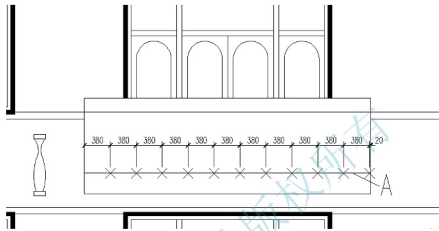

图 4.57 定距等分插点
(1) 执行菜单栏中的【绘图】|【点】|【定距等分】命令 (快捷键 ME)。
① 在**选择要定距等分的对象**: 提示下, 单击 A 线的左半部分, 选择 A 线。
② 在**指定线段长度或 [块(B)]:** 提示下, 输入 “380”, 表示从 A 线左边开始, 用 380mm 的距离对 A 线进行测量。结果从 A 线左端点每 380mm 插入一个点, 如图 4.57 所示。